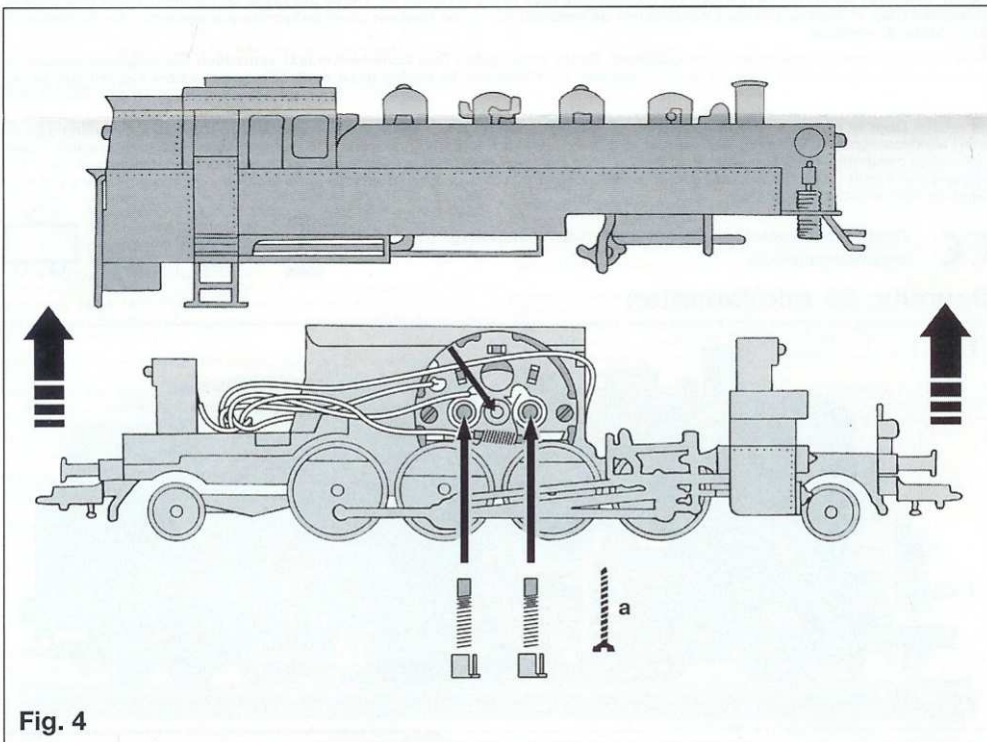

Fig. 4
**Öffnen:** Ein Öffnen der Lok ist nur zum Lampenwechsel, Einbau eines DECODERS, Schleifkohlenwechsel und Ölen der Motor- und Getriebelager erforderlich (Fig. 4/5).
**Ölen:** Geölt werden Motor und Getriebe nur an den gekennzeichneten Lagerstellen (Fig. 4, 5 und 6). Nur **FLEISCHMANN-Öl 6599** verwenden. Nur ein kleiner Tropfen Öl pro Schmierstelle (→), sonst Überölung. Zur Dosierung die in der Verschlusskappe der Ölflasche angebrachte Nadel verwenden.
**Einbau eines FLEISCHMANN Decoders (DCC: 6876, TWIN: 6846) (beim Einbau bitte die Betriebsanleitung des jeweiligen Decoders beachten!)** Die Lokomotive ist mit einer 6-poligen Steck-Schnittstelle nach NEM 651 ausgestattet. Zum Einbau eines digitalen DECODERS das Lokgehäuse abnehmen (Fig. 4). Den Brückenstecker herausziehen und die Schnittstelle vorsichtig vom Untergrund lösen. Den 6-poligen Stecker des DECODERS so in die Schnittstelle stecken, dass die Markierungen „1“ auf der gleichen Kante liegen. Die beiden orangen Litzen von Decoder und Schnittstelle bilden dann eine durchgehende Verbindung. Mit einem der Klebestreifen, die dem DECODER beiliegen, den Decoder mit dem größten Bauelement nach unten auf das Lokfahrgestell kleben. Den zweiten Klebestreifen auf die Länge der Schnittstelle zuschneiden. Die Schnittstelle mit dem Klebestreifen auf den Decoder kleben. **Hierbei darauf achten, dass Decoder und Schnittstelle durch das Klebeband elektrisch voneinander isoliert sind.** Das restliche Stück Klebestreifen (nur bei TWIN-DECODER) auf den Boden des mit den grünen Litzen am Decoder befestigten Kondensators kleben und den Kondensator anschließend auf das Lokfahrgestell kleben. Lokgehäuse wieder aufsetzen und mit der Schraube a befestigen. Die Lok kann nun unter der Adresse „3“ gefahren werden.
Deze locomotief is met een 6-polige elektrische adapter volgens NEM 651 uitgerust. Om een digitale DECODER in te bouwen het lochuis verwijderen (fig. 4). De verbindingsstekker er uit trekken en de adapter voorzichtig losmaken. De 6-polige stekker van de DECODER zo in de adapter steken, dat de markeringen "1" aan dezelfde kant komen. Beide oranje draden van decoder en adapter vormen dan een doorgaande verbinding.
**Åbning:** Loket bør kun åbnes for indbygning af DECODER, for at udskifte pærer eller kul, smøring af lejer og motorakslar (Fig. 4.). Fjern skruer a. Overdelen løftes direkte ovenud. **Udskiftningskol:** 6519.
**Smøring:** Smør kun motor og tandhjul/lejer hvor pilene viser. Anvend kun FLEISCHMANN-olie 6599. Kun en enkelt dråbe for hvert smørested (→), ellers oversmøres. Til dosering anvendes de lille nål indvendig i skrillåget (Fig. 4, 5 og 6).
Lokomotivet er forsynet med et 6-polet (hun)stik efter NEM 651 norm. For indbygning af en digital DECODER fjernes lok-overdelen (fig. 4). Det oprindelige hanstik trækkes ud, og hunstikket løsnes forsigtigt fra underlaget. Det 6-polede stik på DECODEREN sættes i hunstikket, bemærk at markeringen "1" skal ligge på den samme kant. Begge de orange ledninger fra decoder og stik laver nu en gennemgående forbindelse.
**Apertura:** L'apertura della locomotiva si richiede solo per il cambio delle lampade, montaggio del DECODER, per la sostituzione delle spazzole di carbone di contatto, per oliare i cuscinetti del motore e dell'ingranaggio (fig. 4). Rimuovere la vit a. Sfilare la carcassa della locomotiva verticalmente in alto. **Carboncini di ricambio:** 6519.
**Lubrificazione:** Il motore e l'ingranaggio vengono lubrificati solo nei punti contrassegnati dei supporti (fig. 4, 5 e 6). Utilizzare solo olio FLEISCHMANN 6599. Usare soltanto una piccola goccia per ogni punto di oliature (→), altrimenti si rischia di oliare troppo. Per il dosaggio utilizzare l'ago di cui è provvisto il tappo di chiusura del flacone dell'olio.
La locomotiva è equipaggiata di un connettore elettrico a 6 poli a norma NEM 651. Per l'installazione del DECODER digitale togliere il mantello della locomotiva (fig. 4). Estrarre la spina e staccare il connettore dal suo supporto. Inserire lo spinotto a 6 poli del DECODER nel connettore in modo tale che i segni di riferimento "1" siano sullo stesso angolo. I due fili arancioni del decoder ed il connettore formeranno un collegamento continuo.